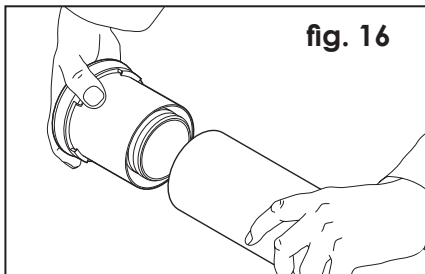
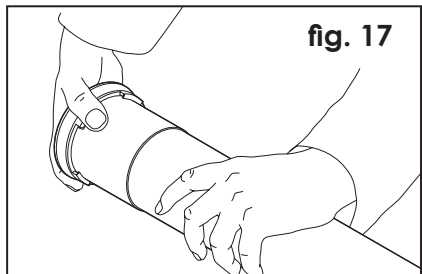
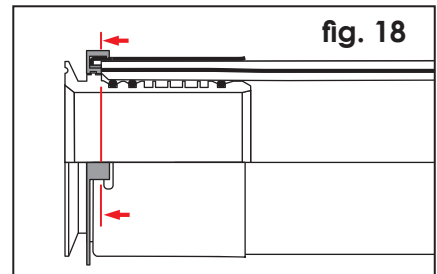

fig. 16
fig. 17
fig. 18
b) Emboîter l'adaptateur sur le tube jusqu'à ce que le tube soit complètement inséré (fig. 16, fig. 17) et apparaît dans le trou d'inspection de l'enveloppe métallique du raccord (fig. 18).